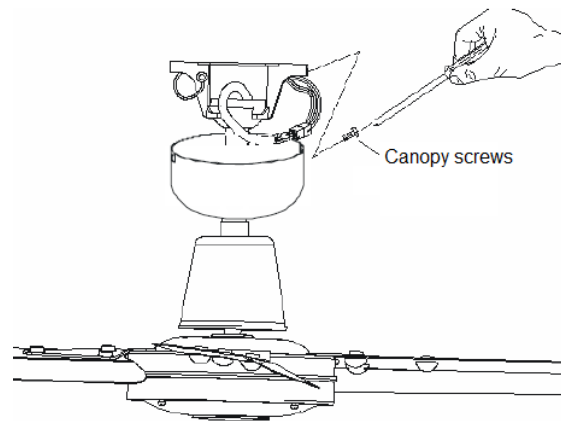

Fig. 9
- Τοποθετήστε το κάλυμμα του βραχίονα. Επιβεβαιώστε ότι όλα τα καλώδια είναι τακτοποιημένα και δεν εμποδίζουν την τοποθέτηση του καλύμματος ή τον τραυματισμό τους. Τέλος, ασφαλίστε το κάλυμμα με τις βίδες που σας παρέχονται. Δείτε εικόνα Fig. 9